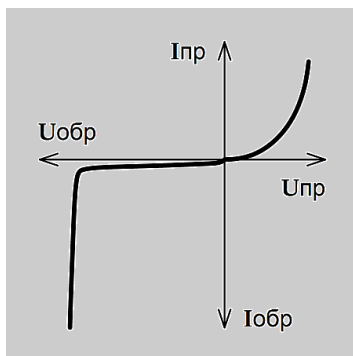

Рисунок 40. ВАХ стабилитрона.
- ВАХ полупроводникового элемента (стабилитрона) (Рисунок 40).